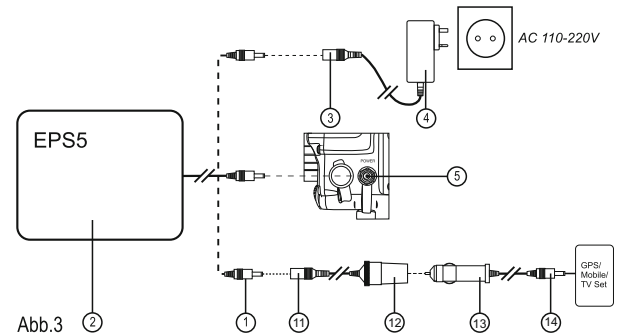

Abb.3
- Schließen Sie den Stecker (1) der externen Stromversorgung an den Adapteranschluß (11) an (Abb.3).
- Schließen Sie den Automobiladapter (13) an die Anschlußstelle des Adapters (12).
- Schließen Sie den zweiten Stecker (9) des Automobiladapters (14) an die Anlage an.